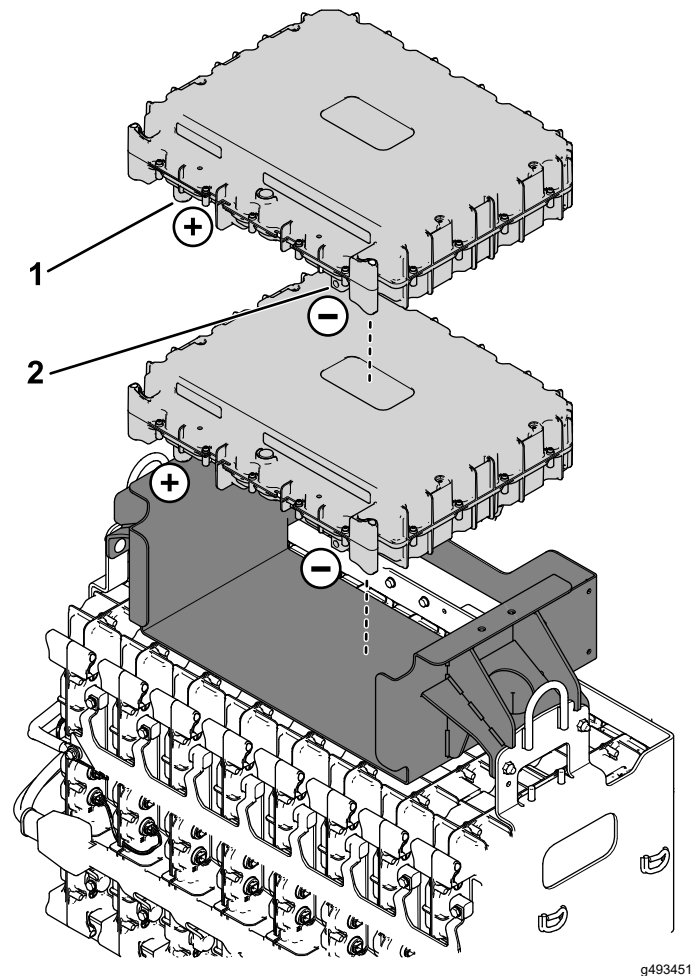

Figura 2
1. Coloque 2 baterías en la bandeja de baterías (Figura 2).